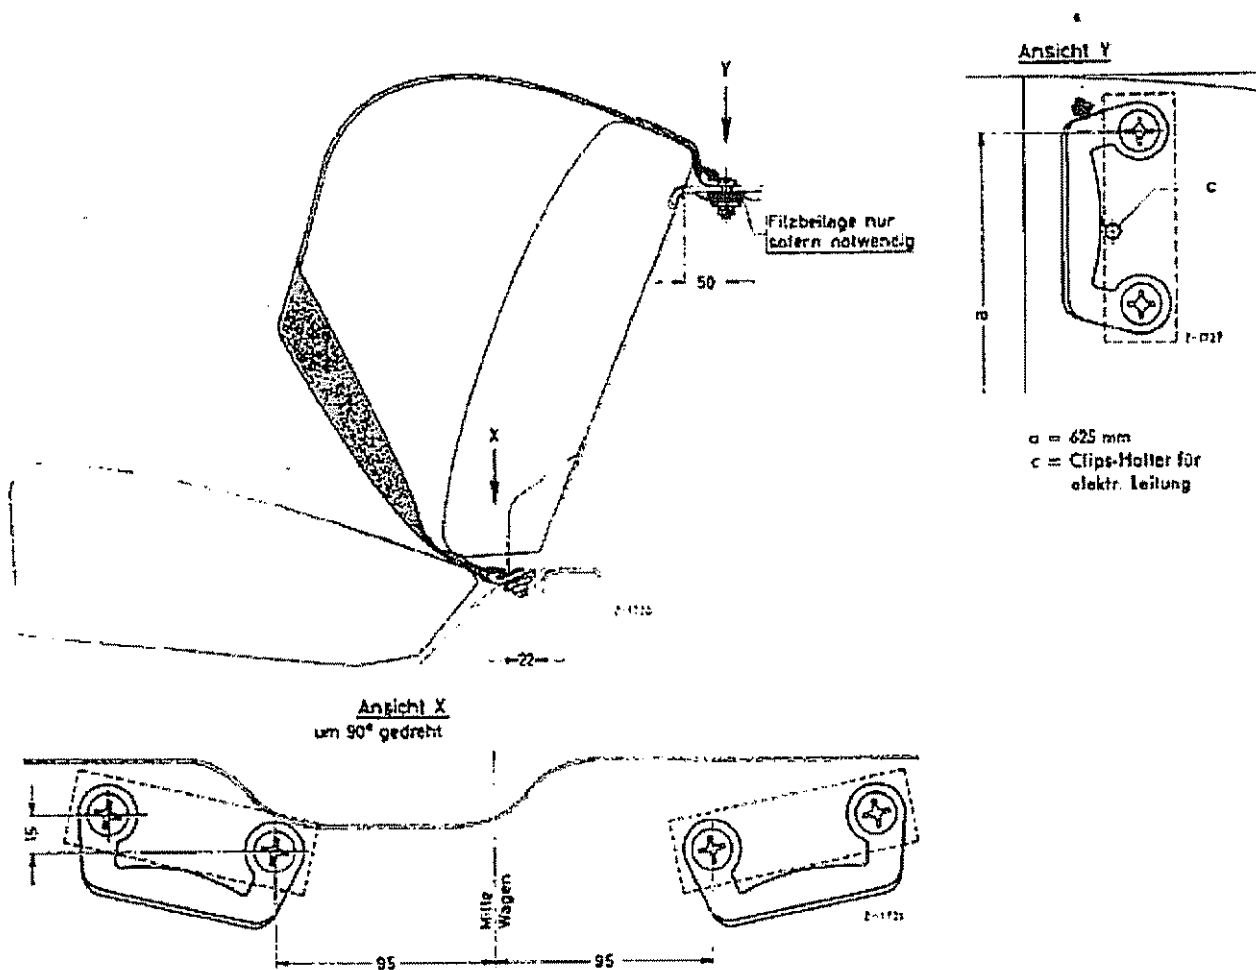

Bild 86-1/9
5. In das Abdeckblech (Hutablage) hinter dem Fondsitze je 2 Befestigungslöcher mit 8,4 mm Ø bohren (Bild 86-1/9 bis 11).
6. Bei den Typen 180 a bis 220 SE den im Loch „c“ eingesetzten Clips-Halter für die elektrische Leitung entfernen und diese mit Isolierband an die danebenliegende Leitung befestigen (Bild 86-1/9, Ansicht Y).
7. Befestigungsbeschlag mit dem oberen Gurtteil unter Verwendung der Befestigungsplatte ohne Nietmuttern, 2 Linsensenkschrauben AM 8x25, 2 Federringen und 2 Sechskantmuttern – beim Typ 220 SEB Coupé unter Verwendung der Befestigungsplatte mit Nietmuttern, 2 Linsensenkschrauben AM 8x20 mit Kunststoffsickeicherung – auf dem Abdeckblech befestigen (Bild 86-1/9 bis 11).